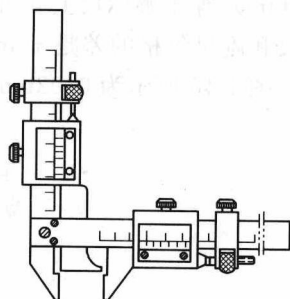

图 1-10 齿厚游标卡尺
6) 齿厚游标卡尺 如图 1-10 所示，测量齿轮的齿厚尺寸。